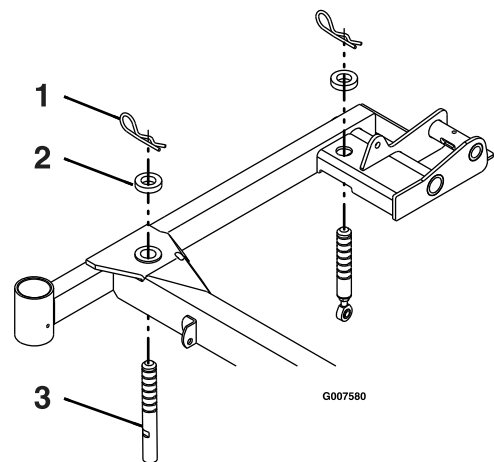

Figure 62
3. Vérifiez que toutes les goupilles fendues sont insérées dans les trous de hauteur de coupe de 7,62 cm (3 po) et que des entretoises sont placées dessous (Figure 62).
de 7,62 cm (3 po) à l'avant du tablier et de 8,26 cm (3,25 po) à l'arrière du tablier (Figure 62).